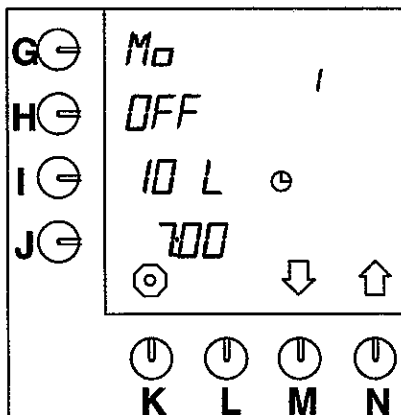

Fig. 12 Forprogrammeret standardindstilling
- Dernæst vises den næste forprogrammerede standardindstilling i displayet (fig.12).
- Dernæst vises den næste tidsindstilling i displayet (fig.12).